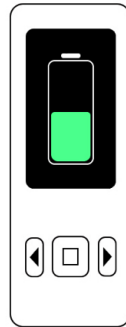

Fig. 7 : **X-Smart® Go** endomotorn laddas
- Under laddning visas batterisymbolen på motorns skärm (se [► Fig. 7]). När laddningen är klar stängs motorns skärm och den blå LED-lampan på powerbanken av.